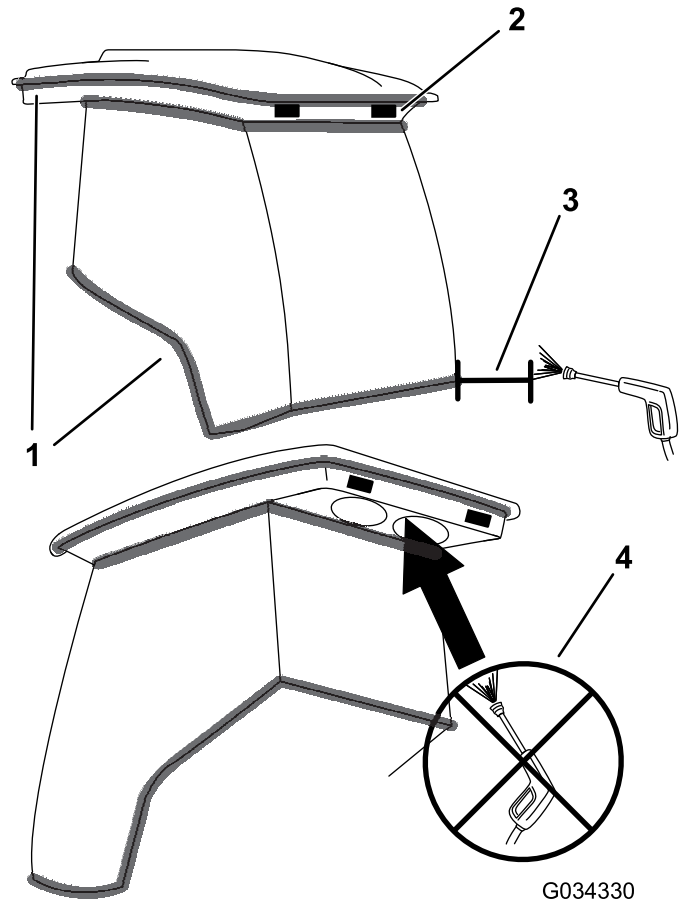

Bild 120
**Wichtig:** Passen Sie in der Nähe von Kabinendichtungen und Lampen auf (Bild 120). Halten Sie bei der Verwendung eines Hochdruckreinigers das Strahlrohr mindestens 0,6 m von der Maschine entfernt. Verwenden Sie keinen Hochdruckreiniger direkt an Kabinendichtungen oder unter dem hinteren Überhang.